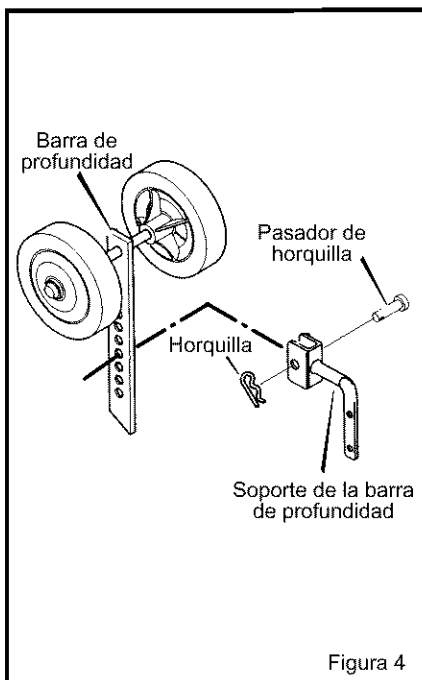

Figura 4
1. Quite la **horquilla** y el **pasador de horquilla** de la **barra de profundidad** (vea la Figura 4).